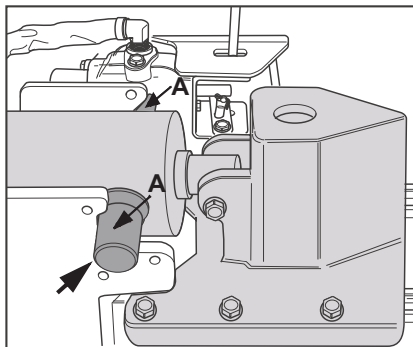

Fig. 9a
- Løft cylinderen opad mod enden af spaltesøjlen og skub den ind i den påvejsede bærebuk (boltene A skal sidde i udsparingerne). Fig. 9a